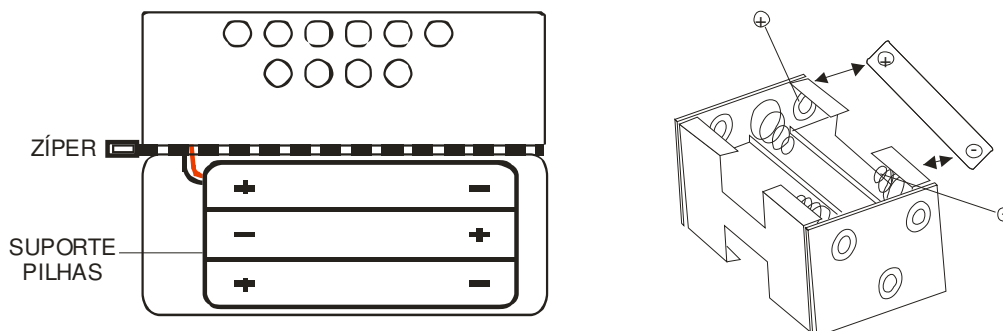

Figura 6 – Troca das Pilhas
Para utilizar o equipamento deve-se efetuar a instalação das pilhas. O compartimento das pilhas está localizado na parte inferior do equipamento (como ilustra a figura 6). Para instalação ou troca das pilhas proceda da seguinte forma:
3. Insira as pilhas conforme mostra a figura 6 – pólo positivo da pilha com pólo positivo do compartimento